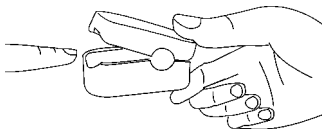

Figura 4
1. Abrir el sensor como mostrado en figura 4.